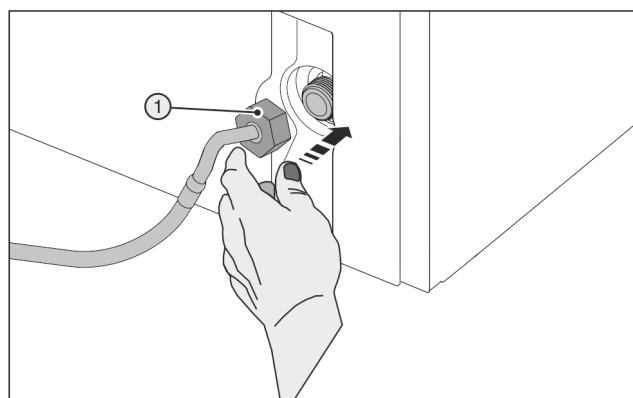

Fig. 29
- Zakładać ostrożnie nakrętkę Fig. 29 (1) i przykręcać prosto do gwintu.
- Ostrożnie umieścić nakrętkę Fig. 29 (1) i przykręcić prosto dwoma palcami na gwincie, aż do uzyskania pewnego, ścisłego mocowania.
- Narzędzie pomocnicze (5) stosować wyłącznie w temperaturze pokojowej.
- Nakrętkę Fig. 29 (1) dokręcić przy użyciu narzędzia pomocniczego (5) w kierunku zgodnym z ruchem wskazówek zegara do momentu osiągnięcia maksymalnego momentu obrotowego i przekręcenia narzędzia pomocniczego (5).